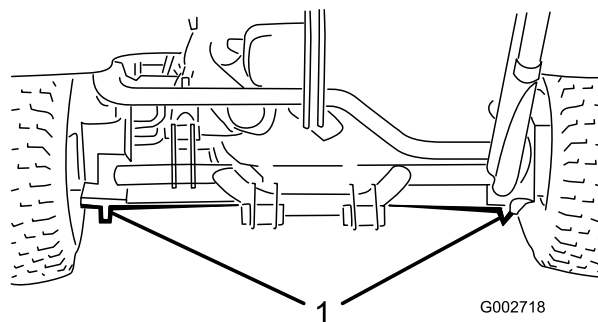

Рисунок 21
- На левой или правой стороне — под задним колесным гидромотором или под рамой (Рисунок 21).